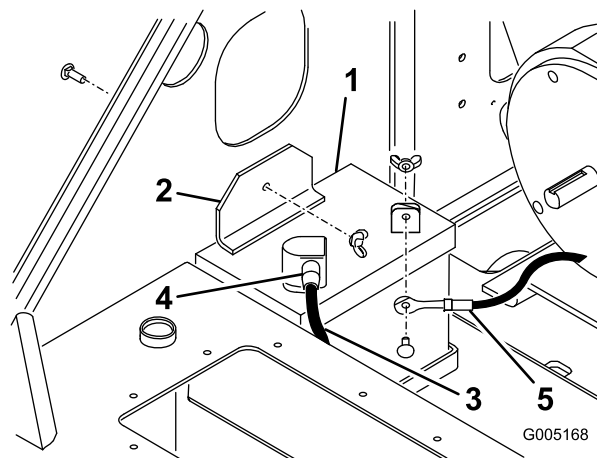

Figure 27
- Enlevez l'écrou à oreilles et le boulon qui fixent la fixation de la batterie et la barrette (sous la fixation), et déposez la fixation et la barrette (Figure 27).
- Placez la batterie dans le châssis (Figure 27).
- Fixez la batterie dans le châssis (Figure 27).
(Figure 27). Glissez le capuchon en caoutchouc sur la borne de la batterie.
11. Connectez le câble négatif (noir) à la borne négative (-) de la batterie à l'aide du boulon et de l'écrou papillon fournis avec la batterie (Figure 27).